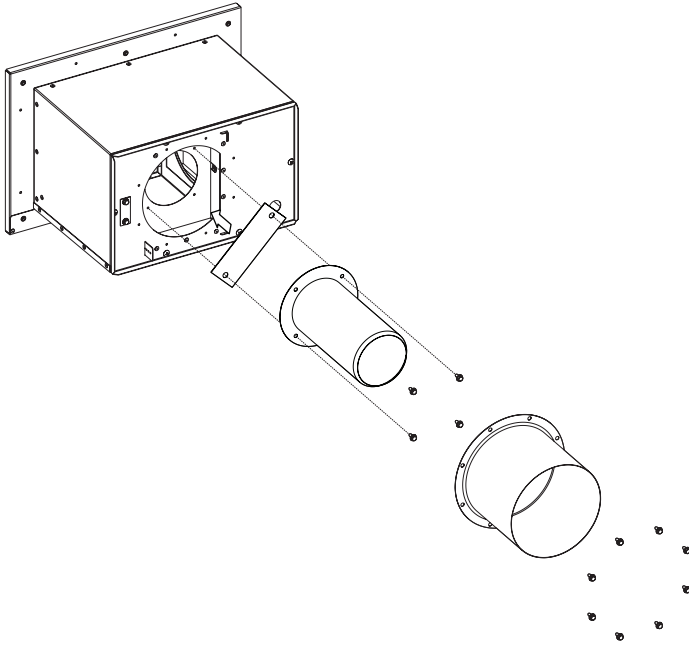

Figure 2
1. Attacher le restricteur de cheminée sous le petit tuyau de l'adaptateur DuraVent avec les 4 vis n° 10 X 1/2 po. Si la longueur de conduit est dans la partie blanche de la table de réglage du volet de mélangeur, attacher le petit tuyau de l'adaptateur DuraVent sans le restricteur à l'aide de 4 vis n° 10 X 1/2 po comme illustré à la **Figure 2**.